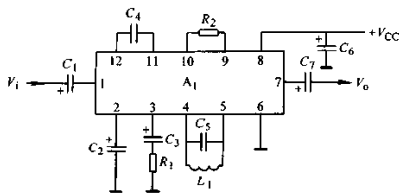

图 2-40 电压检查法原理图
这里以如图 2-40 所示集成电路为例,介绍电压检查法的具体实施步骤和方法。电路中, A_1 是集成电路,它共有 12 根引脚,其中 8 脚是它的电源引脚,6 脚为接地引脚,1 脚为输入引脚,7 脚为输出引脚。
下面就图 2-40 所示电路而言, 分析各引脚出现电压异常时的各种可能故障原因。
3) 当集成电路中有多个引脚电压同时发生变化时, 往往是一个故障原因引起, 因为集成电路内电路各级间采用直接耦合方式, 会相互影响。如若集成电路与其他电路的连接引脚 (如图 2-40 所示电路中的 1 脚输入端和 7 脚输出端) 是采用阻容耦合时 (图 2-40 所示电路中的 C_1 、 C_7 为耦合电容), 那么各引脚电压差是由 A_1 内电路故障造成。如若输入端或输出端是采用直接耦合 (无隔直电容), 那么也有可能是前级或后级电路故障造成本级 A_1 集成电路